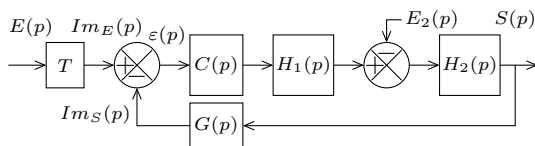

FIG. 1.1 Boucle d'asservissement basique.
La figure 1.1 modélise une boucle d'asservissement.
- Q4 Montrez que le modèle de la figure 1.1 peut se mettre sous la forme d'une boucle à retour unitaire (il y a plusieurs possibilités, soyez rigoureux).